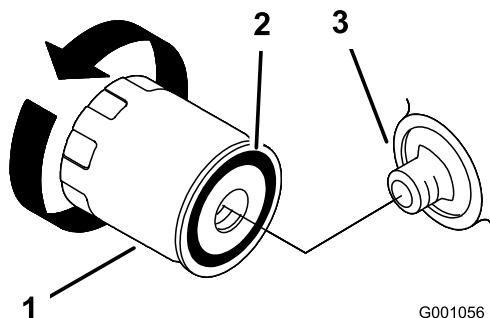

图22
2. 拆下旧滤清器、并擦拭滤清器安装座垫片表面（图22）。
3. 在替换滤清器的橡胶垫片上抹上一层薄薄的新鲜机油（图22）。
4. 将替换机油滤清器安装到滤清器安装座上、顺时针旋转机油滤清器、直至橡胶垫片接触到滤清器安装座、然后再将滤清器拧 2/3 至 1 圈（图22）。